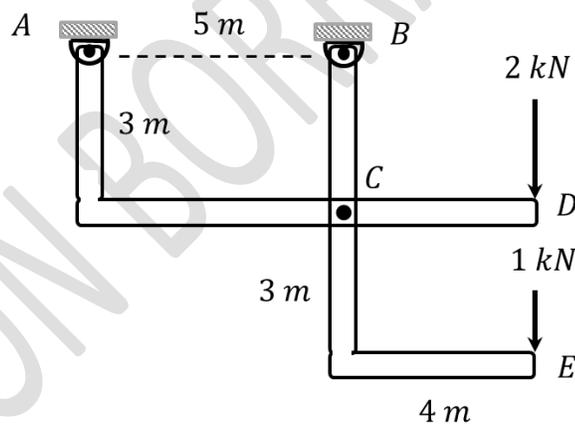

Fig. 6.3.
6.2.- La Fig. 6.3 muestra un armazón simple (2 elementos) el cual está anclado mediante dos pasadores fijos en A y B. Se aplican dos fuerzas, una en cada elemento del armazón. Determine las reacciones en los pasadores A, B y en el punto de amarre C.